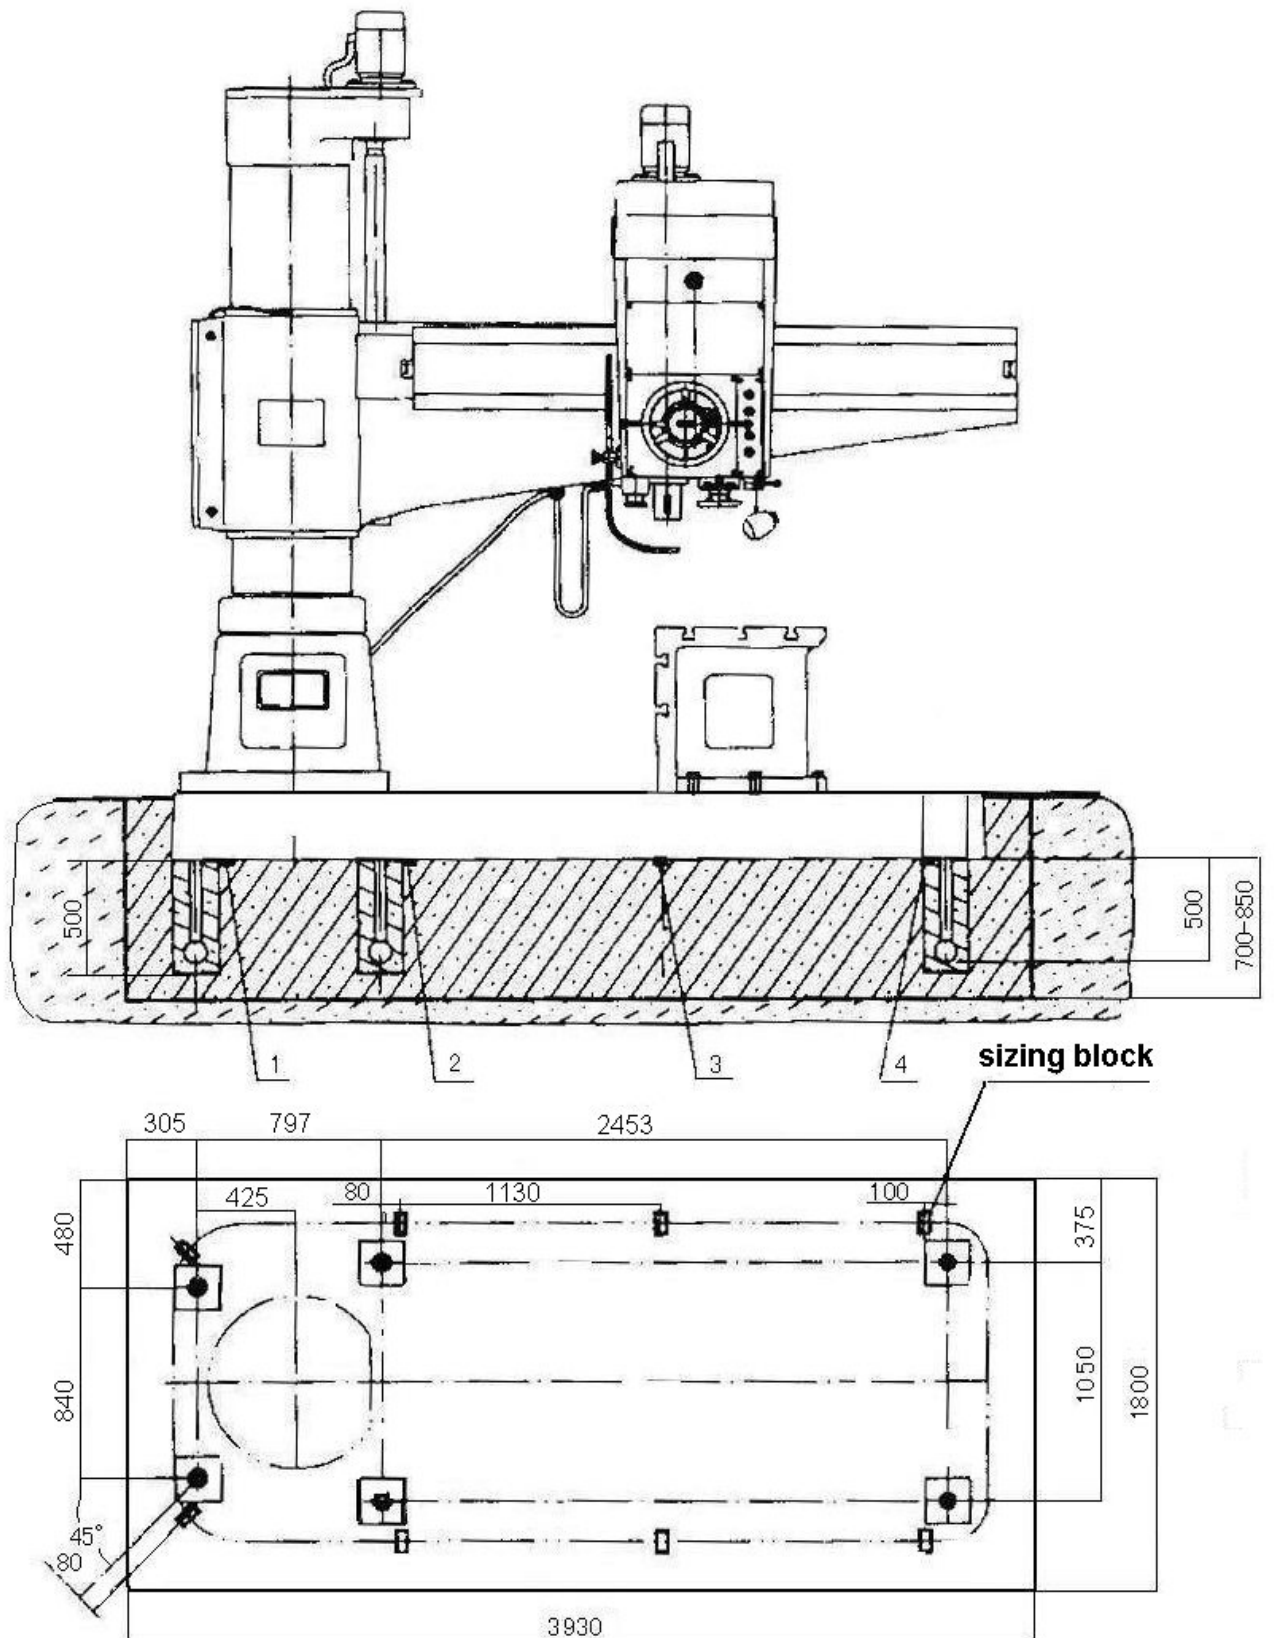

Рис. 2.1. План фундамента
2.1. Подготовка фундамента (рисунок 2.1)
2.5.2. Разверните основание в соответствии с рисунком 2.8, поместите регулировочный блок 1-4 под основание, как показано на рис. 2.1, закрутите гайку анкерного болта во избежание наклона после того, как рука-манипулятор была помещена на стойку.